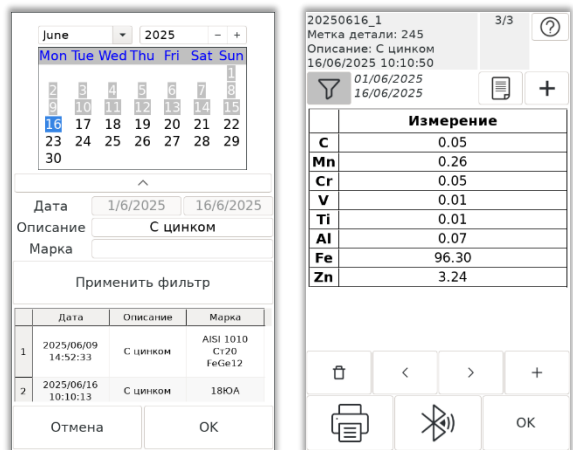

Рисунок 9 Применение фильтра в архиве измерений
- 5.4.6. Фильтр служит для поиска измерений за некоторый период времени (один или несколько дней), а также для поиска измерений с заданным описанием или меткой. Задайте начало и конец периода для фильтрации, введите описание, которому должно соответствовать измерение, затем нажмите кнопку «Применить фильтр». В таблицу будут выведены отфильтрованные измерения. Для просмотра отфильтрованных измерений в архиве нажмите кнопку «ОК» или выберите нужную строку. Для отмены применения фильтра и выхода в полный архив нажмите кнопку «Отмена». В случае применения фильтра в архиве кнопка с изображением фильтра будет подсвечиваться серым (Рисунок 9), а рядом будут отображаться выбранные даты. Для сброса фильтра и возвращения к полному архиву нажмите кнопку с фильтром еще раз.